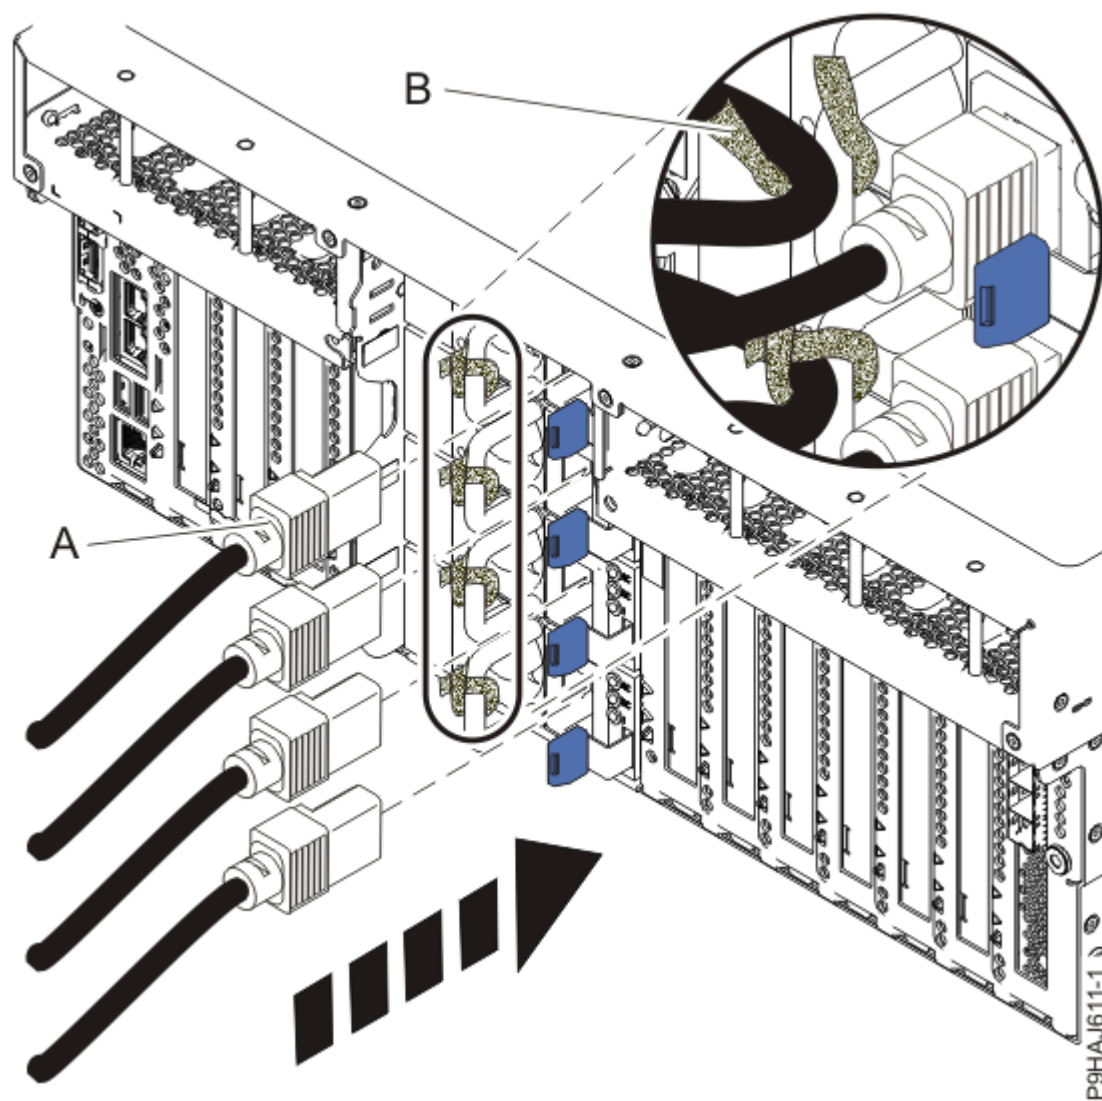
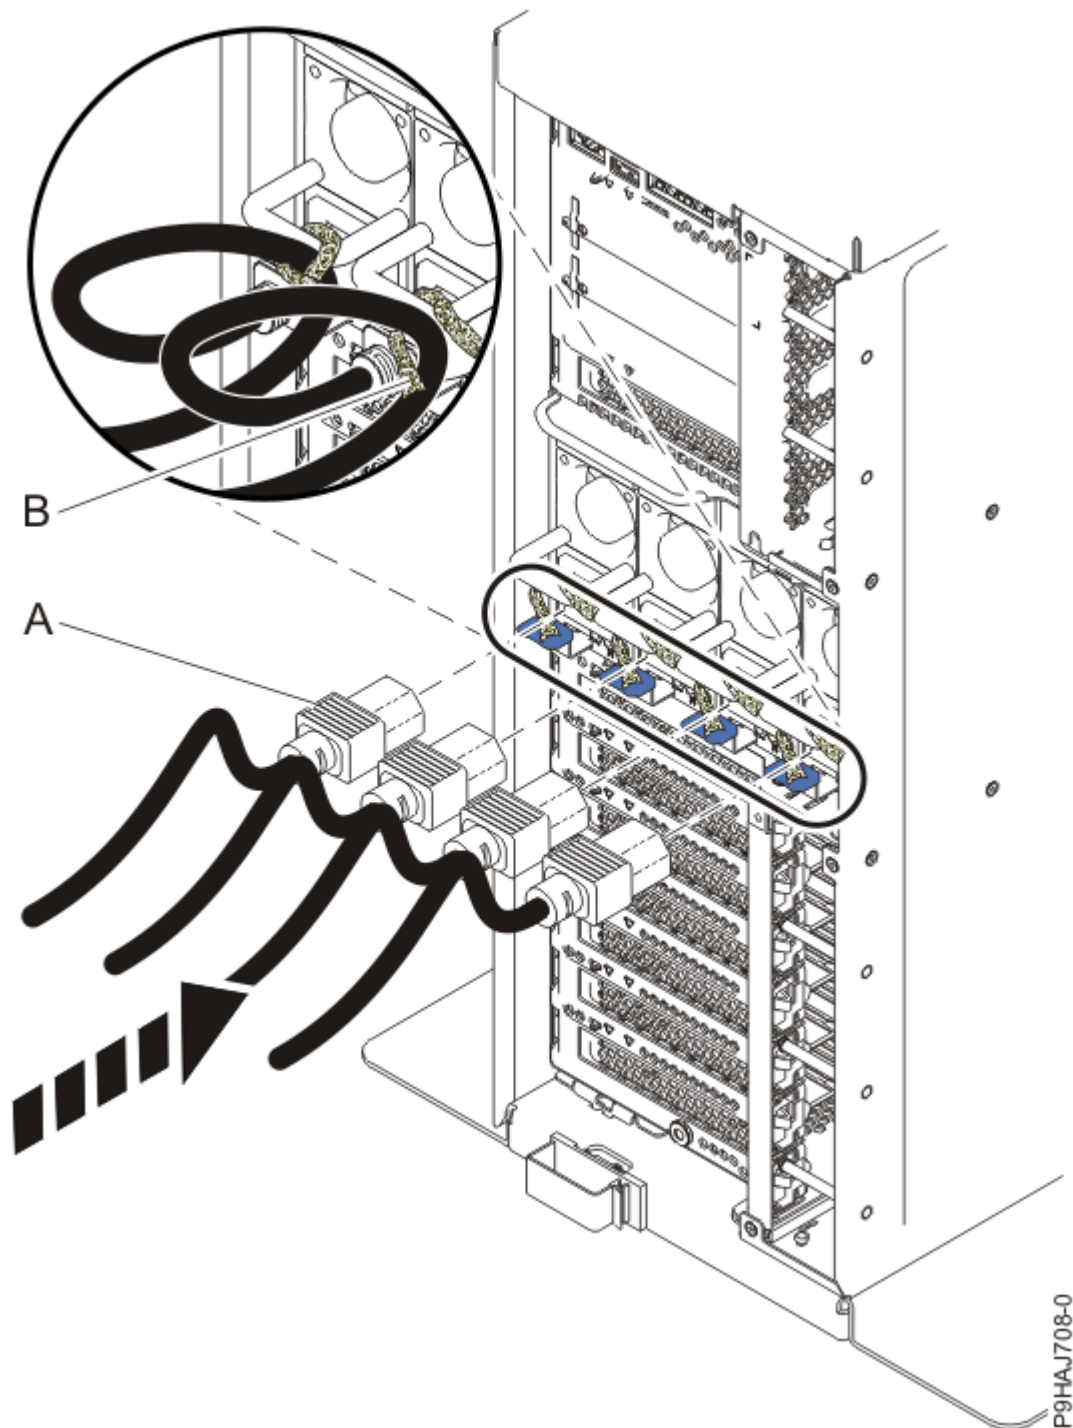

図 36. ラック・マウント型システムへの電源コードの接続
図 37. スタンドアロン・システムへの電源コードの接続
2. ラベルを使用して、電源コード (A) をシステム装置に再接続します。
面ファスナー (B) を使用して電源コード (A) をシステムに固定します (63 ページの図 36 または 64 ページの図 37 を参照)。